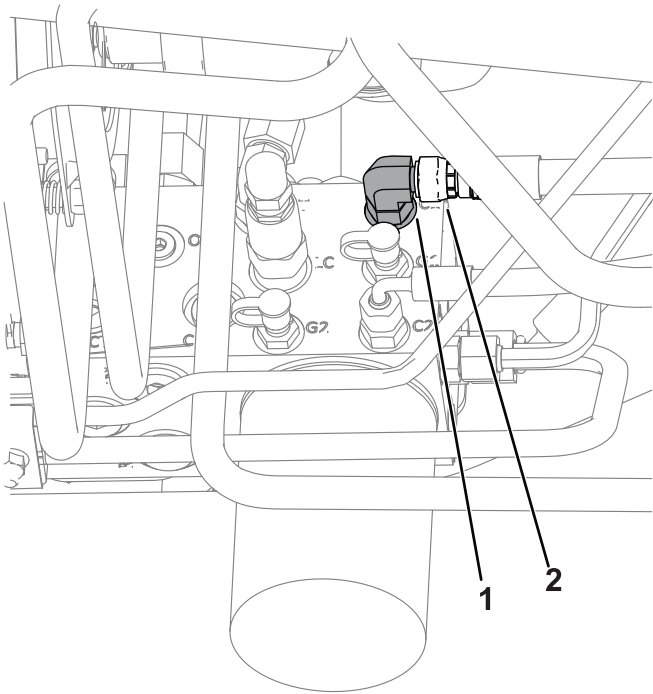

Bild 6
- Entfernen Sie den Schlauchanschluss vom Anschlussstück in Anschluss C1 (**Bild 6**).